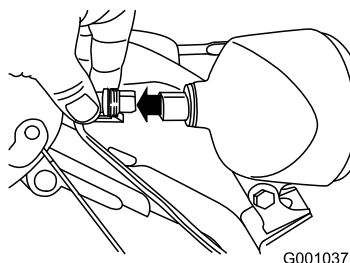

Figura 52
1. Togliete il connettore del cavo dal retro del faro (Figura 52).